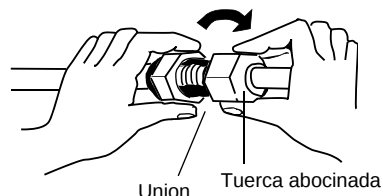

Fig. 7-5
- (3) Para realizar una conexión adecuada, alinee el tubo de unión y el tubo abocinado rectos entre sí, y enrosque entonces un poco al principio la tuerca abocinada para obtener un acoplamiento suave. (Fig. 7-5)